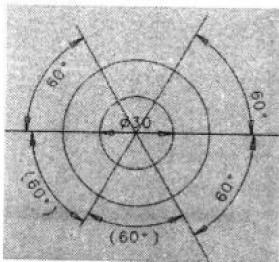

图 1-4 绘制辅助线
8. 绘制辅助线。单击面板中的 ，分别测量各条直线之间的角度，然后利用步骤 4 的方法将每个角度调整为 60° ，效果如图 1-4 所示。